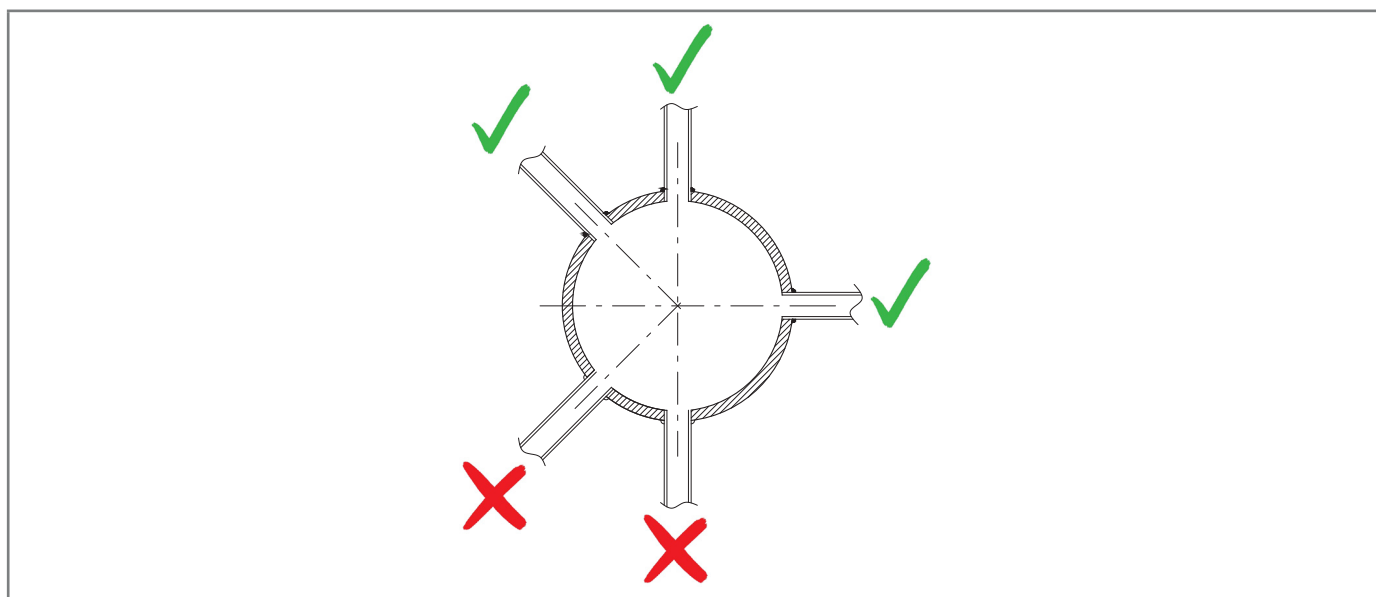

Рис. 6.30. Сварные соединения труб
- соединения пневматического патрубка всегда привариваются к верхней или горизонтальной оси самой трубы (см. рис. 6.30);